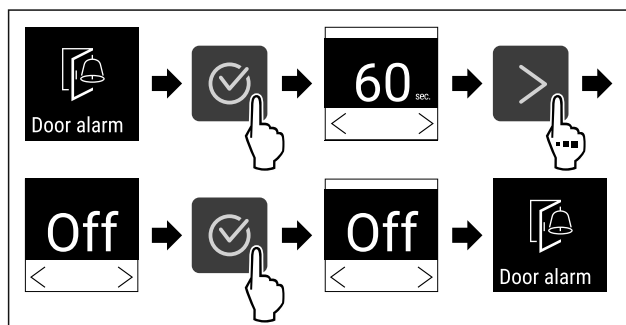

Fig. 89
- ▶ Proveďte akční kroky (viz Fig. 89).